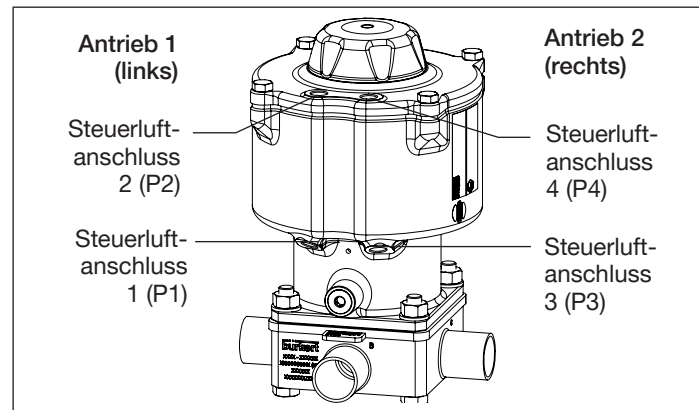

Bild 7: Pneumatischer Anschluss
→ Steuermedium an Steuerluftanschluss 1 und/oder 3 des Antriebs anschließen (siehe „Bild 7“).
→ Steuermedium an Steuerluftanschluss 2 und 4 des Antriebs anschließen (siehe „Bild 7“).
→ Schalldämpfer in die freien Entlüftungsanschlüsse schrauben (siehe „Bild 7“).
5) siehe „Bild 7: Pneumatischer Anschluss“.